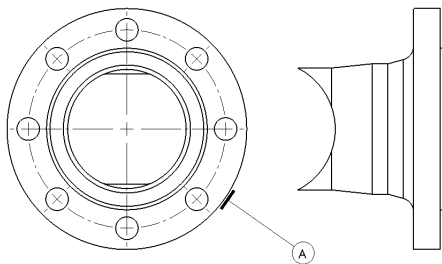

图 12-49 标注基准特征效果
(4) 至合适位置后，单击鼠标左键，单击【确定】按钮，即可标注基准特征，如图 12-49 所示。